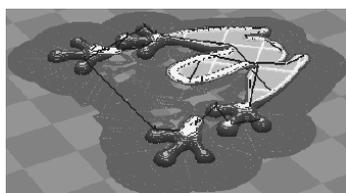

图 3-93 粘附平台类型为“边沿”
- 边沿：开始打印时会在模型底边周围增加一圈薄层，是推荐的使用选项。打印表现如图 3-93 所示。